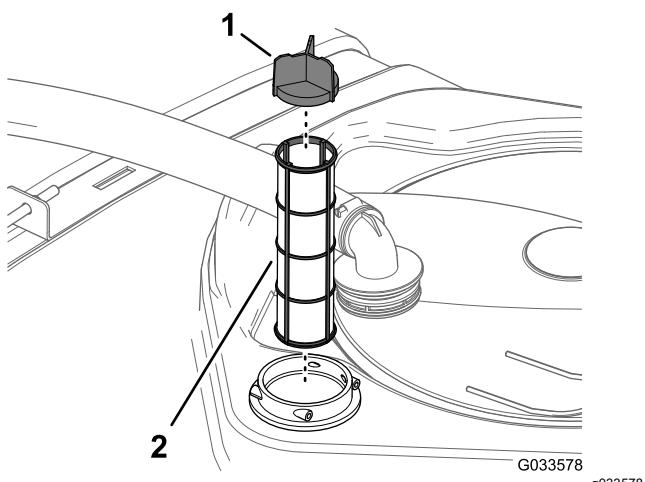

Figura 79
- Retire el filtro de aspiración del alojamiento del filtro del depósito (Figura 79).